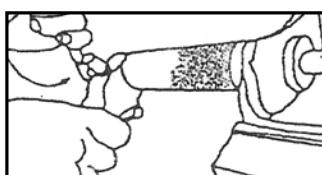

Abb. 3
Drücken Sie auf den Druckschalter (3), um den Druck nach und nach in das Druckrohr entweichen zu lassen; drehen Sie anschließend den Bremskopf mit Hilfe des Hebels (4) einfach um. Siehe Abb. 3 (Um sicherzustellen, dass die korrekte Ausrichtung nach links oder rechts den Hebel so dreht, dass der Bremskopf fixiert wird.) Drücken Sie darüber hinaus den Druckschalter, um sicherzustellen, dass das Werkzeug über ausreichend Druck verfügt; so wird ein Abrutschen verhindert.